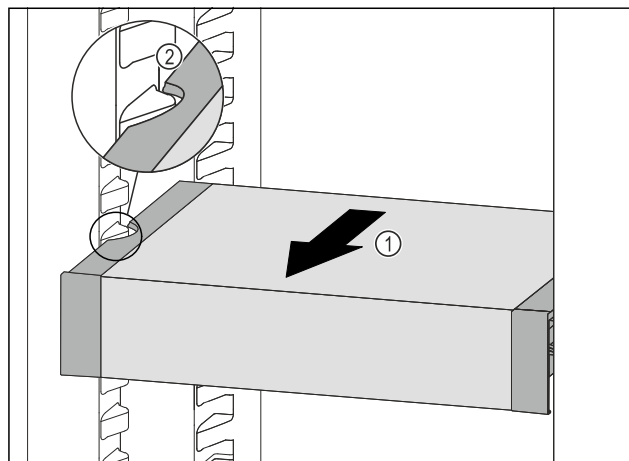

Fig. 108
- ▶ Ladicu VarioSafe vucite prema naprijed Fig. 108 (1) sve dok se bočni otvori ladice VarioSafe ne nađu na visini žlijeba spremnika u hladnjaku. Fig. 108 (2)